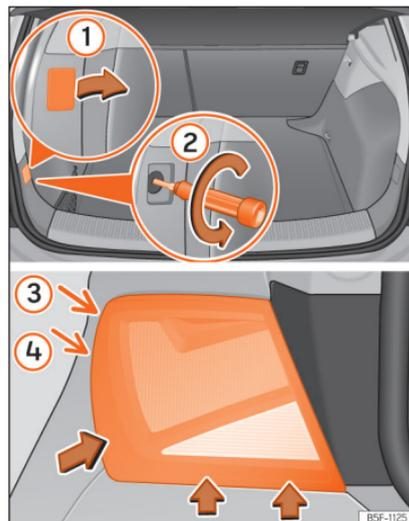

Abb. 115 Gepäckraum: Lage der Befestigungsschraube der Heckleuchte Ausbau der Heckleuchte im Seitenteil
- Hebeln Sie die Abdeckung an der Aussparung mit dem flachen Teil des Schraubendrehers ab und entfernen Sie die Abdeckung »» **Abb. 115** ①.
- Lösen Sie mit einem Schraubendreher die dahinterliegende Schraube im Gegenuhrzeigersinn (Pfeil) »» **Abb. 115** ② und nehmen Sie diese vorsichtig heraus.
- Bewegen Sie die Leuchte in Richtung der Pfeile hin und her, bis sie sich aus der Aufnahme löst (Positionen ③ und ④) »» **Abb. 115**.